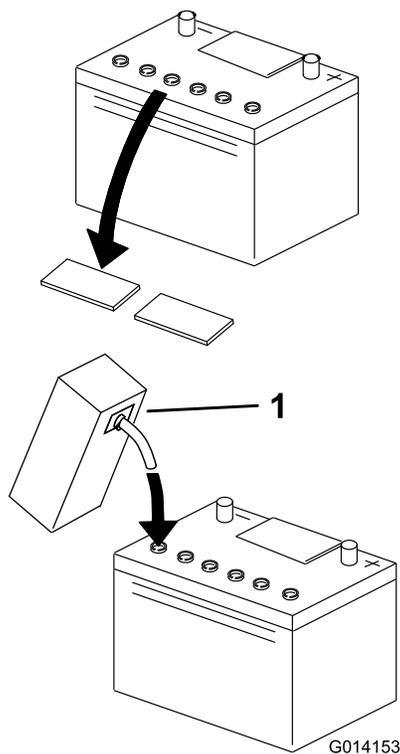

図 4
4. バッテリーの上部をきれいに拭い、キャップを取り外す(図4)。
5. 各セルの適正レベルまで、バッテリー液を注意深く入れる(図4)。
9. 必要に応じ、各セルの適正レベルまでバッテリー液を入れる (図 4)。